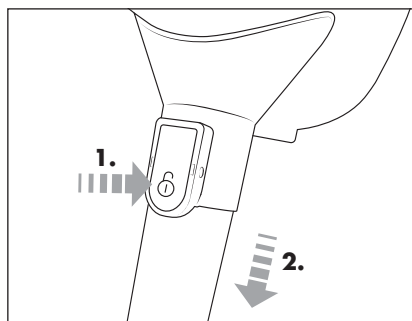

Fig. 6
- ◆ Para desmontar el tubo de aspiración telescópico **16** del aparato, mantenga pulsado el botón de desencastre **17**. Tras esto, tire del tubo de aspiración telescópico **16** para extraerlo del orificio de aspiración del aparato (consulte la fig. 6).